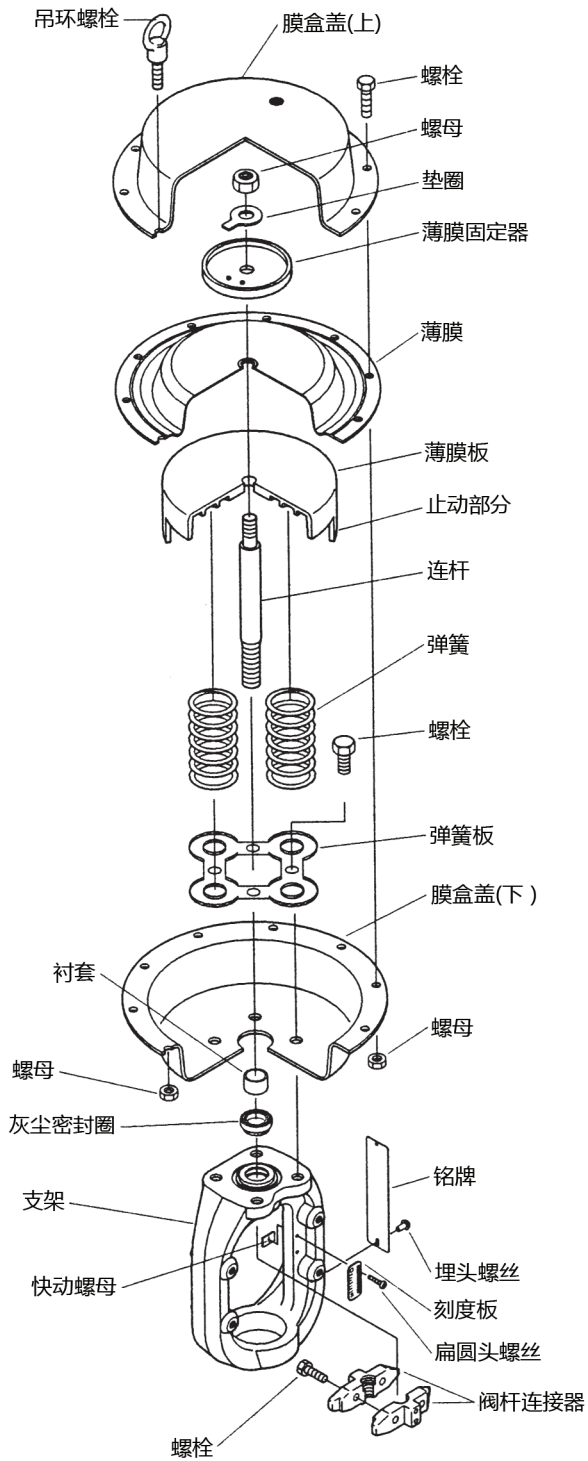

图 4-3 正作用型 (PSA1D、PSA2D)
A. 正作用型 (参见图 4-3 或 4-4)
- 请参考图 4-3 和 4-4。
- 请按照正确的方向安装连杆的密封填料和灰尘密封圈。请参考图 4-3 和 4-4。